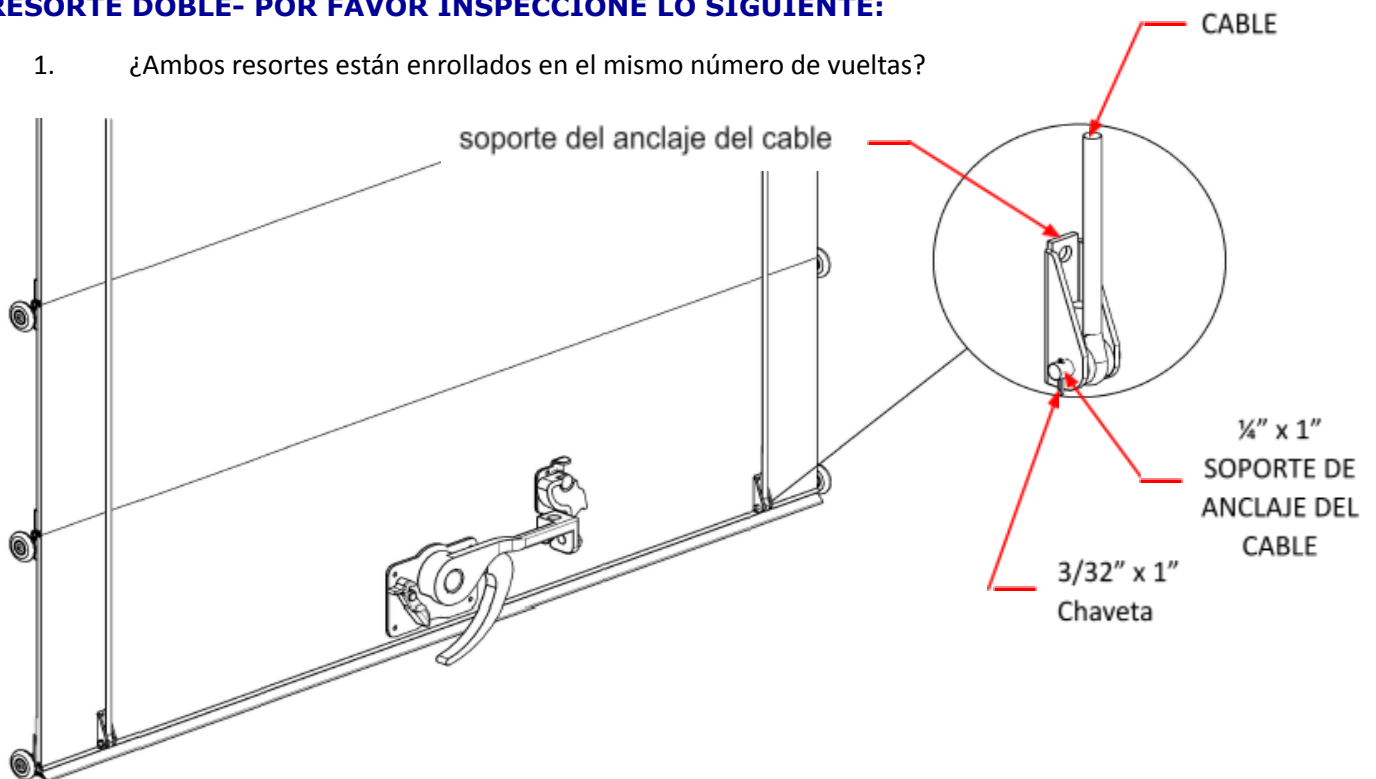

FIGURA 4
3. Inspeccione los cables de las puertas enrollables por daños por deshilachado o desgaste y cámbielos si es necesario. (Ver figura 4).
4. Inspeccione los pasadores de chavetas y los pasadores del soporte del anclaje del cable para ver si presentan daños por desgaste y cámbielos si es necesario. (Ver figura 4).